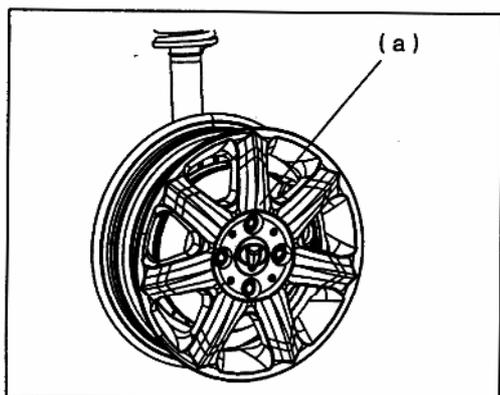

Рис. 562
- 6) Установите колеса и затяните гайки требуемым моментом (Рис. 562).